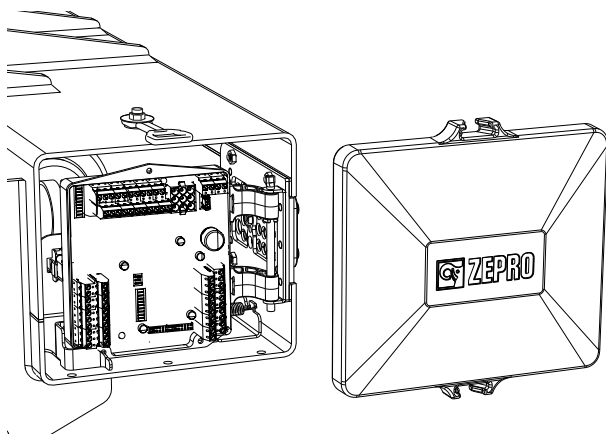

Bild 17. Demontera skyddslocket
2. Demontera skyddslocket, monterat med en gummistropp, se Bild 17.